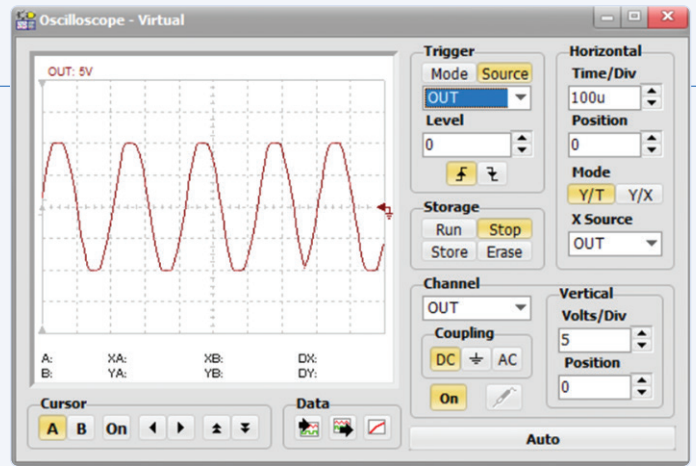

Figure 5. Forme d'onde de sortie.
- vérifiez la forme d'onde de sortie (**figure 5**). La période est de 200 μs , ce qui correspond à 5 KHz.